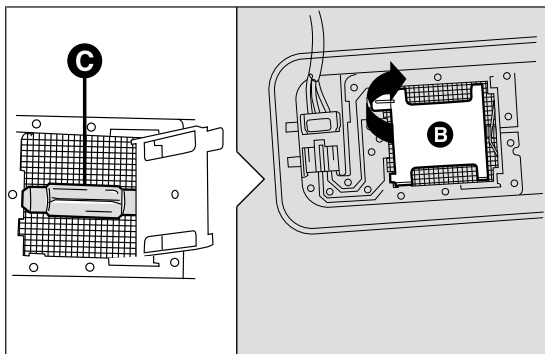

fig. 121
- ☐ abrir la tapa B fig. 121 como se indica;
- ☐ sustituir la lámpara C fig. 121 soltándola de los contactos laterales, colocar la nueva lámpara y asegurarse de que quede correctamente fijada entre estos;